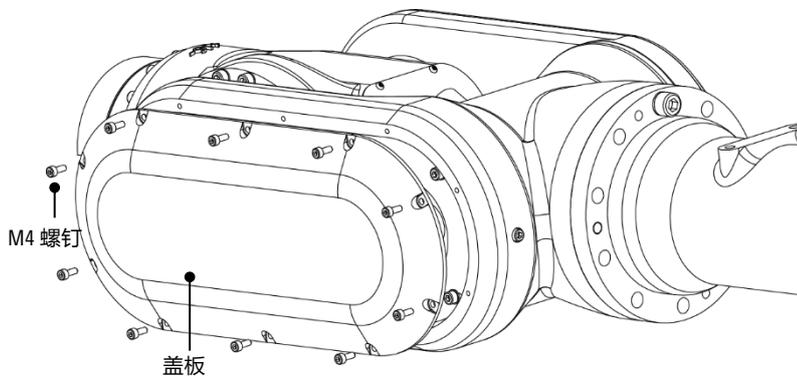

图 10-10 拆卸左侧盖板
- 步骤3. 卸下左侧密封盖 M4 螺钉，如图 10-10 图所示。